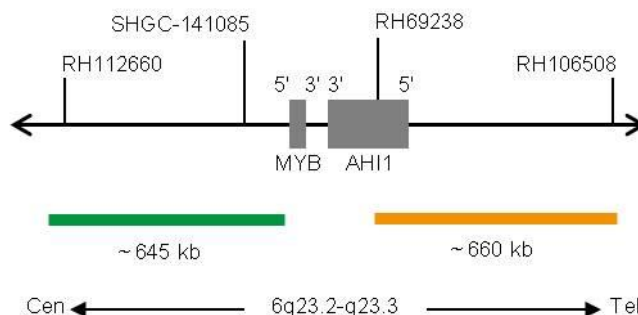

Fig. 1: SPEC MYB Mappa della sonda (non in scala)
- Polinucleotidi (~10.0 ng/μl), marcati con ZyGreen (eccitazione 503 nm/emissione 528 nm), le cui sequenze target mappano in 6q23.2-q23.3* (chr6:134,840,690-135,483,752) prossimali al punto di rottura di MYB (vedere Fig. 1).
- Polinucleotidi (~4.5 ng/μl), marcati con ZyOrange (eccitazione 547 nm/emissione 572 nm), le cui sequenze target mappano in 6q23.3* (chr6:135,728,667-136,390,142) distali al punto di rottura di MYB (vedere Fig. 1).